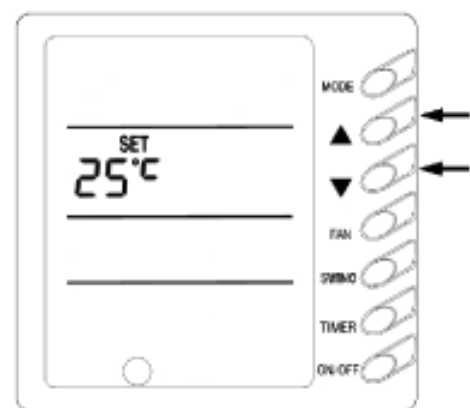

Рис. 4
3) Изменение температуры в помещении (рис. 4)